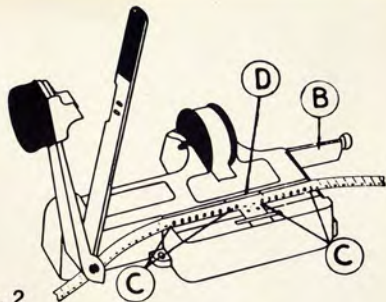

Fig. 2
Tale operazione si esegue disponendo semplicemente sulla matrice (D) (Fig. 2) le due testate della pellicola per poi proseguire con le operazioni già descritte.
stesse precedentemente indicate, con l'aggiunta di qualche piccolo accorgimento per un perfetto accostamento delle pellicole al punto «Fig. 2»:
Fig. 2 - Per tagliare la pellicola ancorarla ai pernetti (C) ed abbassare la lama (B). Accostare le estremità delle due pellicole sulla mezzaria (D) della matrice ancorandole ai pernetti (C).